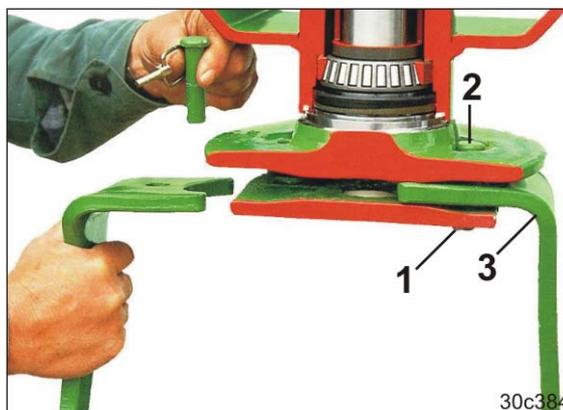

Fig. 162
2. Enlever la goupille (Fig. 162/1).
3. Chasser l'axe (Fig. 162/2) vers le haut pour le sortir du porte-outils.
4. Remplacer la dent de l'outil (Fig. 162/3).